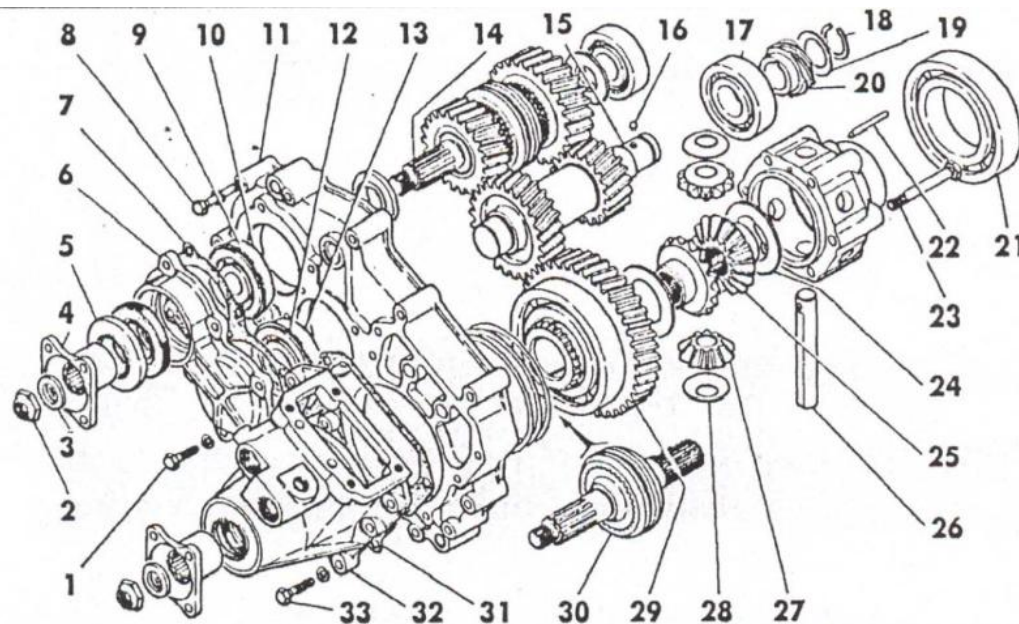

Рис.6.7 Детали переднего картера раздаточной коробки:
- раскернить и отвернуть гайки 2 (рис. 6.7) фланцев, снять шайбы 3 и фланцы 4;